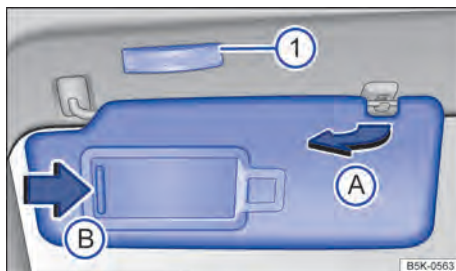

Fig. 75 Para-sol.
- Retirar o para-sol cuidadosamente do suporte segurando a base de fixação e virar na direção das portas → Fig. 75 (A).
No para-sol rebatido para baixo encontra-se um espelho de cortesia atrás de uma cobertura. Ao abrir a cobertura → Fig. 75 (B) uma lanterna se acende .